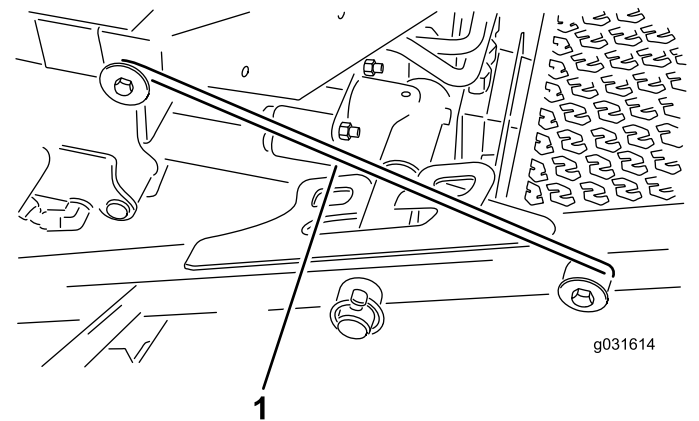

Figura 26
- 4. Suelte la varilla de bloqueo del retén del bastidor de tiro delantero (Figura 26).
- 5. Eleve la parte exterior de las unidades de corte delanteras y coloque el enganche sobre el pasador del bastidor montado en la parte frontal de la plataforma del operador (Figura 26).